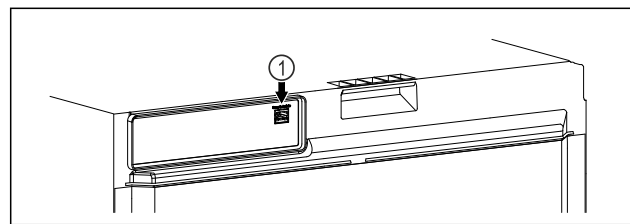

Fig. 107
- ☐ SmartModule Fig. 107 (1) ist eingesetzt.